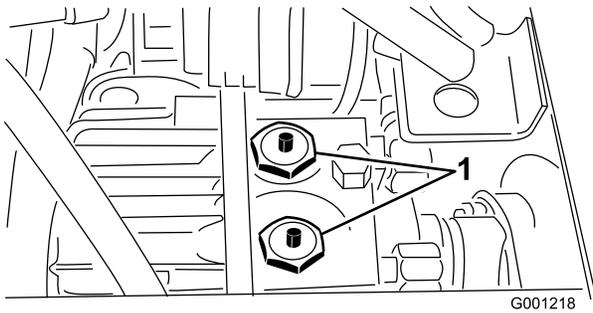

Figura 32
2. Mantenha pressionado os pinos que estão a meio das estruturas das 2 válvulas de verificação, na parte superior da transmissão (Figura 32), enquanto empurra ou reboca a máquina. Na Figura 32, o